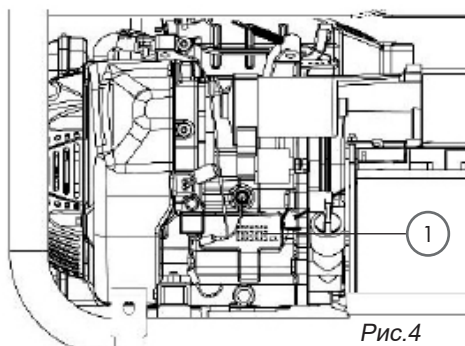

Рис.4
Генераторы можно идентифицировать с помощью номеров моделей, серийных номеров и технических характеристик. Номер модели и технические характеристики указаны на заводской табличке (1) (рис. 4).